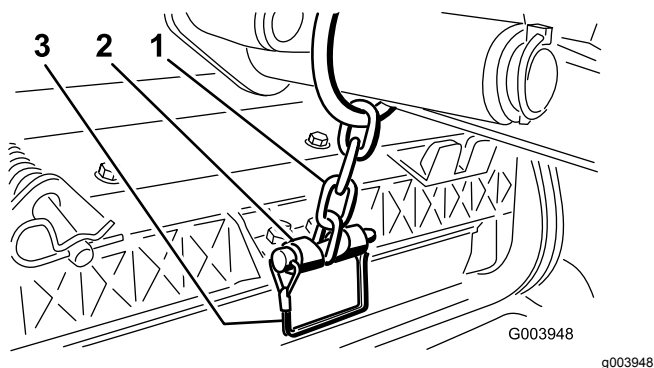

図 13
12. スナッパピンで、昇降アームのチェーンをチェーンブラケットに固定する 図 13。